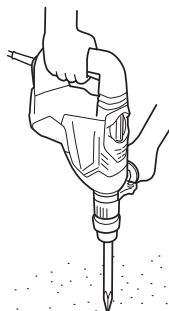

Fig. 6
- Cómo tallar o demoler (Fig. 6)